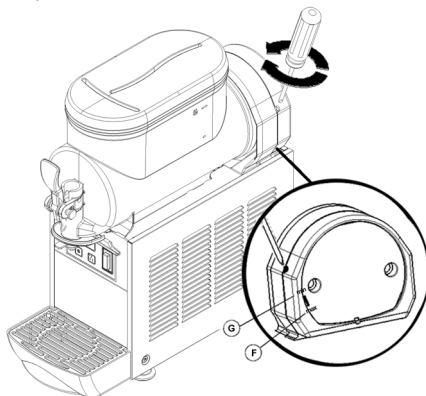

figure 4
**1 Réglage de la densité:** la densité optimale de la granita a été réglée en usine. Si l'on désire modifier cette densité, tourner avec un tournevis la vis de régulation densité située dans chacune des parois postérieures du distributeur (voir figure 4):